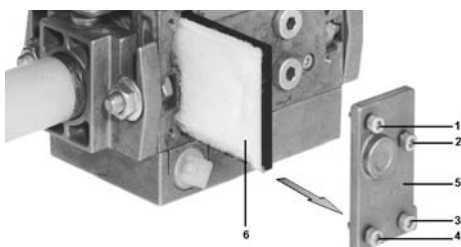

Fig. 22
- 2 Demontați, conform Fig. 22, șuruburile 1 ÷ 4 utilizând o cheie Allen nr.3(imbus) și scoateți capacul filtrului 5;